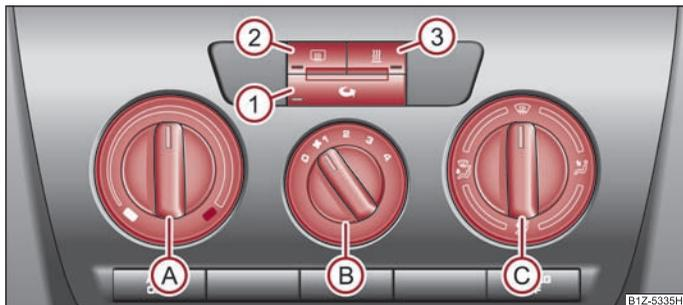

Fig. 106 Chauffage: Eléments de commande
- Faites tourner le régulateur rotatif (A) ⇒ fig. 106 vers la droite pour augmenter la température.
- Faites tourner le régulateur rotatif (A) vers la gauche pour abaisser la température.
- Appuyez sur la touche  - le témoin s'allume dans la touche ⇒ page 98, fig. 106.
La circulation d'air de recyclage s'arrête automatiquement si l'on met le régulateur de diffusion d'air  sur la position  ⇒ page 98, fig. 106. En réappuyant plusieurs fois sur la touche , vous pouvez réenclencher le recyclage de l'air dans cette position également.